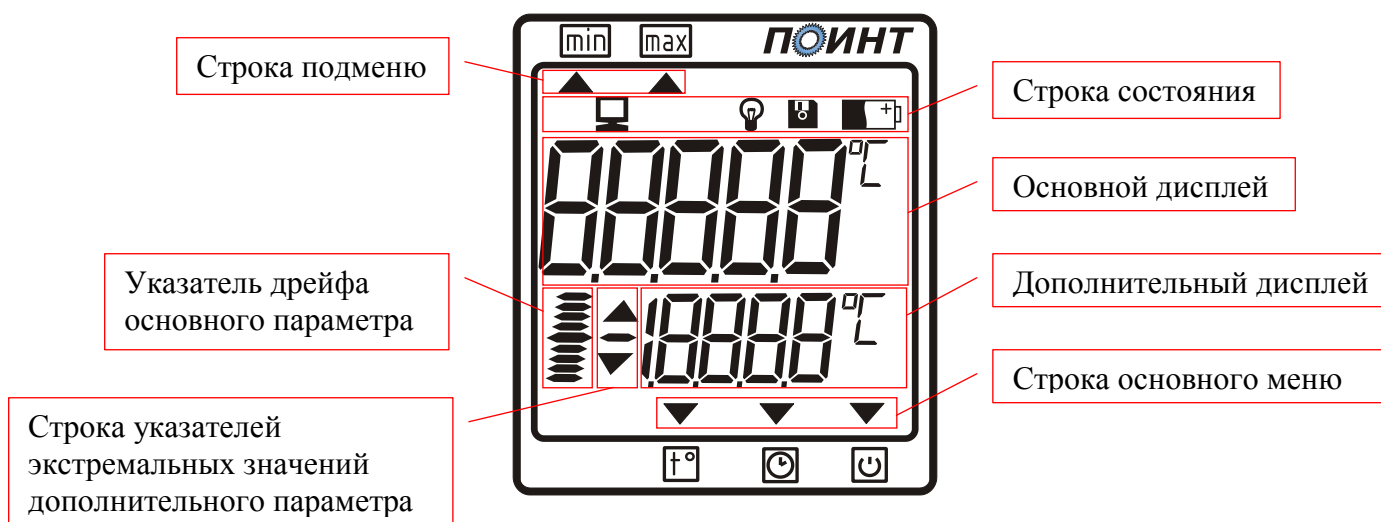

Рис.1
3.2. На лицевой панели измерителя расположен цифровой индикатор (рис. 1), служащий для отображения информации, и две кнопки управления. В верхней части прибора расположен разъем для подключения датчиков. На задней панели измерителя находится крышка батарейного отсека.
4.3. Описание основного дисплея. Измеритель имеет три рабочих режима: режим измерения температуры, режим отображения текущего времени, режим выбора времени работы измерителя. Переключение между этими режимами производится нажатием левой кнопки измерителя. В зависимости от положения указателя «▼», который расположен в строке основного меню (рис.1), можно определить, в каком режиме находится измеритель. Так, при положении указателя над значком  прибор будет настроен на режим отображения температуры,  - режим отображения текущего времени,  - режим выбора времени работы измерителя. В зависимости от выбранного режима на основном дисплее отображается текущее значение измеряемого параметра. В режиме отображения текущего времени при нажатии на правую кнопку на индикаторе отображается текущий месяц, число и год. Установка этих параметров приведена в п. 7.2.